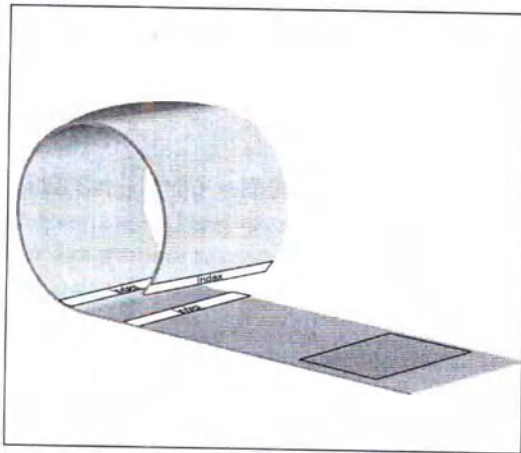

Рис. 4-2 Наложение манжеты
- после наложения манжеты белая пунктирная линия на ее краю располагается между двумя пунктирными линиями **Index** (в противном случае выберите манжету другого размера; Рис. 4-2);